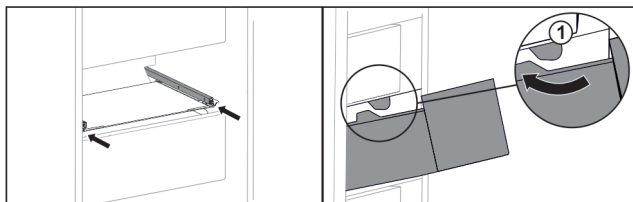

Fig. 39
- ▶ Vezesse el a fiókot az ütközők Fig. 39 (1) körül.*